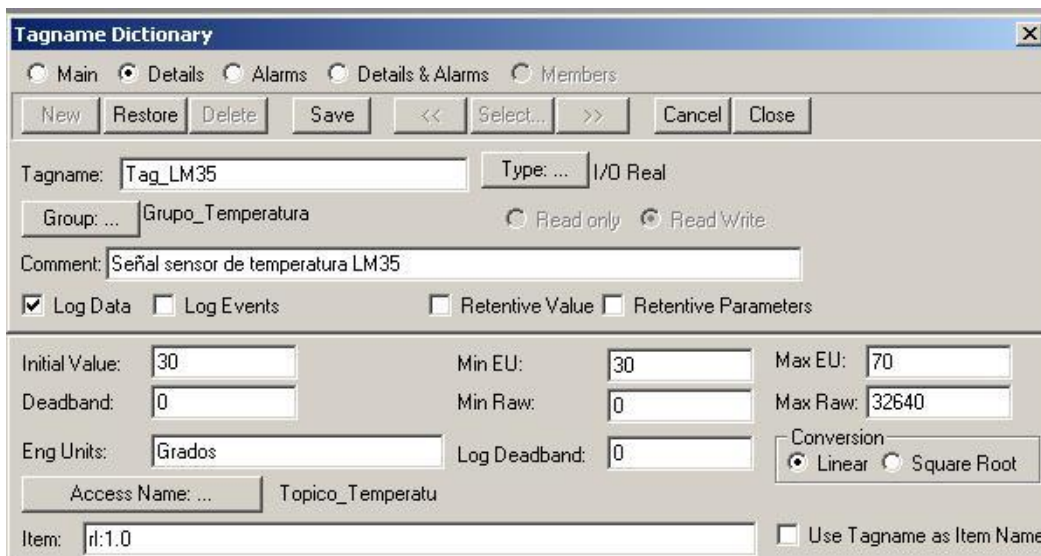

Figura 24. Configuración para almacenar en disco los datos históricos de una Tag I/O
- Una vez visualizada la definición de la Tag que se desea configurar, active la opción **Log Data**, ver Figura 24.
3. En el cuadro de texto **Log Deadband** se escribe la cantidad de unidades de ingeniería que debe cambiar un valor de una Tag, antes de que se registre en el *Archivo de Registro Histórico*, ver Figura 24. En el caso de que el valor sea cero se registra cada cambio del valor de la Tag.